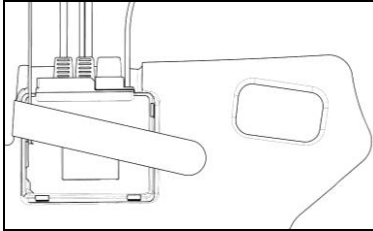

Fig. 28
- Colocar el e-box en su alojamiento en la almohadilla izquierda (Fig. 28).